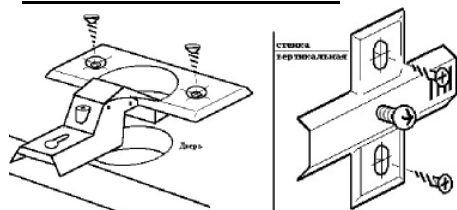

Рис. 5 - Схема устаовки петель.
ВНИМАТЕЛЬНО СМОТРЕТЬ ПЕРЕЧЕНЬ ФУРНИТУРЫ И СХЕМУ СБОРКИ! Прикрепить петли (а,е) согласно схемы сборки на двери (12,13,14) шурупами-саморезами 3,5x16 и платы петель (а,е) шурупами-саморезами 4x16 на боковые стенки (3,4) и перегородку (5) изнутри шкафа (Рис.5). Навесить двери, закрепив петли на платах. Отрегулировать крепление дверей по зазорам.